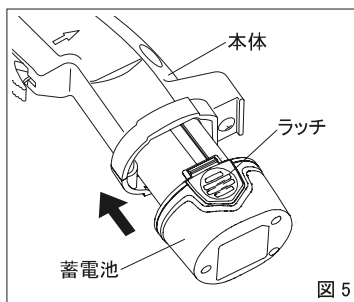

図5
- ④ 蓄電池を充電器から取外し、本体に取付けてください(図5)。